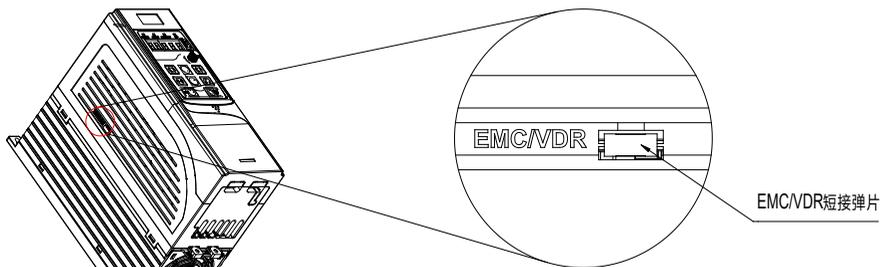
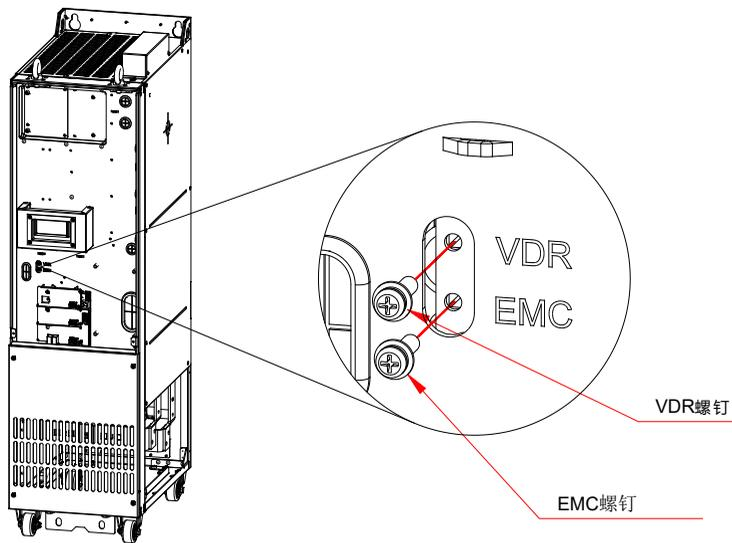

图 7-1 1.5~7.5kW 短接弹片
图 7-8 220~630kW 螺钉位置
(1) 尝试拆除机器中的“EMC/VDR”处的 EMC/VDR 或者 J10 跳线，螺钉或跳线位置如图 7-1~图 7-8 所示。